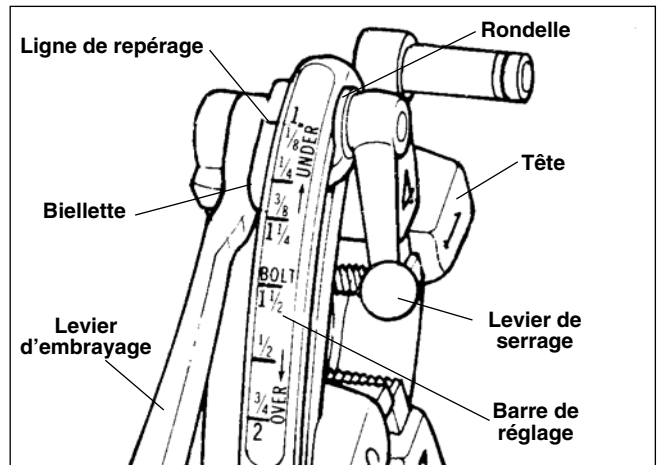

Figure 10 – Têtes de filière à ouverture rapide N°s 713 et 913
7. a. Tête de filière à ouverture rapide (*Figure 10*) – Lorsque le filetage est terminé, relevez le levier d'embrayage pour dégager la tête et les filières.
Les têtes de filière N° 713 et N° 913 (*Figure 10*) pour pas à gauche nécessitent trois jeux de filières différents pour le filetage des tuyaux allant de 1/4" à 2" de diamètre. Chacun de ces jeux de filières est prévu pour le filetage des plages de diamètre suivantes : (1/4" à 3/8"), (1/2" à 3/4") et (1" à 2").